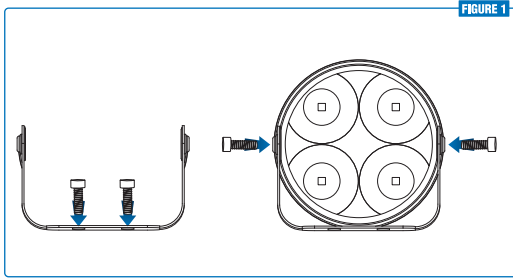

FIGURE 1
- 2 Sélectionner le style de montage. Voir la Figure 1.
### Voir la Figure 1.